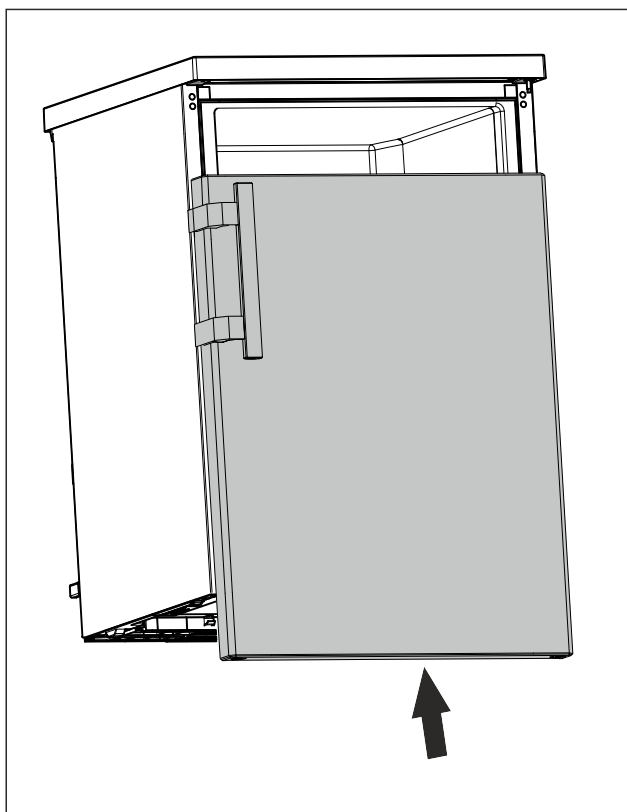

Fig. 15
- ▶ Vrata v zaprtem stanju potisnite na zgornji sornik. (glejte Fig. 15)